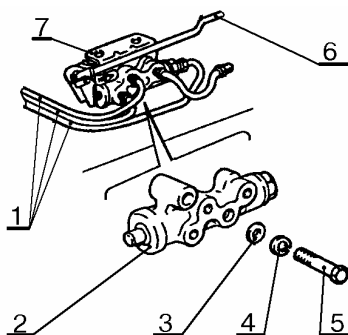

Рис.32.
15.2 Снять регулятор 2, рис. 32, давления тормозов на автомобиле семейства 2108 и автомобиле семейства 2110: